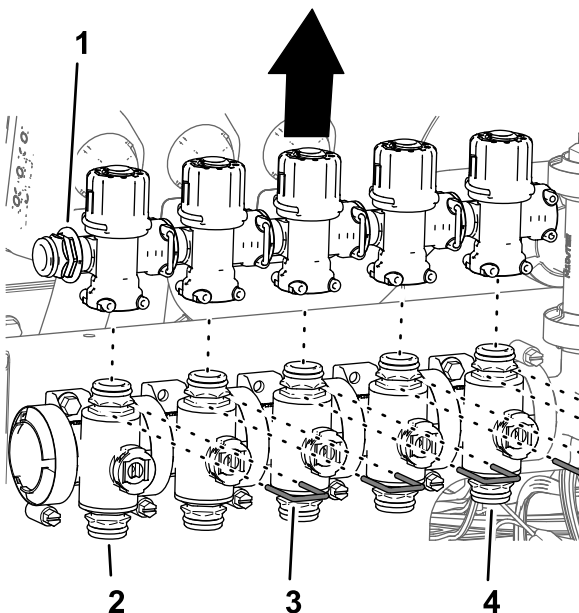

Figura 99
4. Retire os retentores que prendem as válvulas dos bicos 1 a 7 (**Figura 99**).
5. Levante as válvulas de distribuição das válvulas do bico 1 a 5 (**Figura 99**).